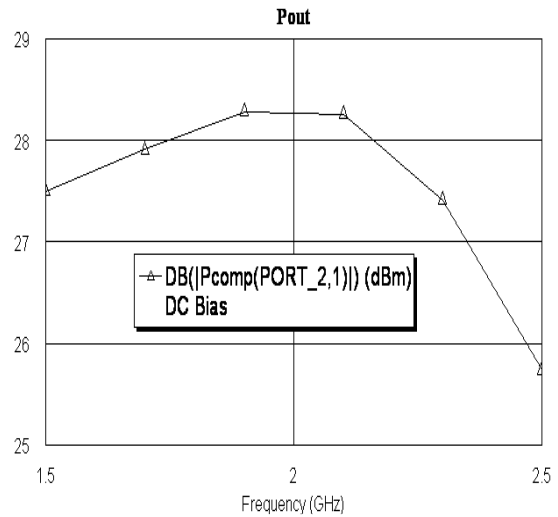

Рис. 3.24
5. Выберите в меню **Simulate>Analyze**, или щёлкните по значку **Analyze** на панели инструментов. Результаты анализа отображаются на графике рис. 3.24.